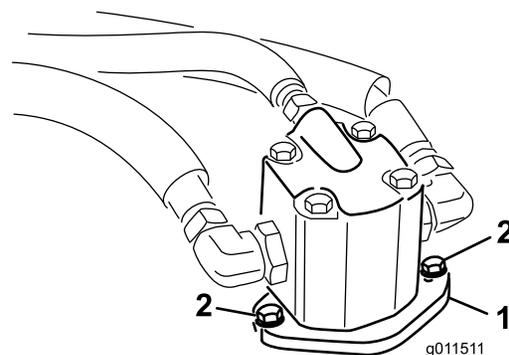

Figura 67
4. Togliete i bulloni che fissano il motore idraulico all'apparato di taglio (Figura 67). Togliete il motore e appoggiatelo sopra l'apparato di taglio.